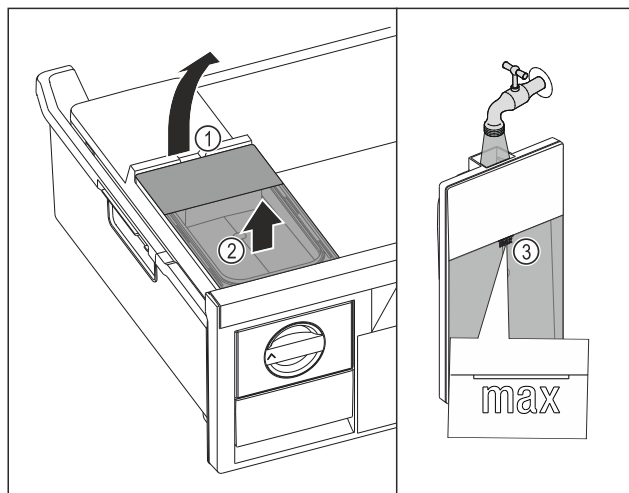

Fig. 96
- Wassertank an der Aussparung Fig. 96 (1) anheben.
- Wassertank nach oben entnehmen. Fig. 96 (2)
- Wassertank bis zur Markierung Fig. 96 (3) mit Trinkwasser befüllen.